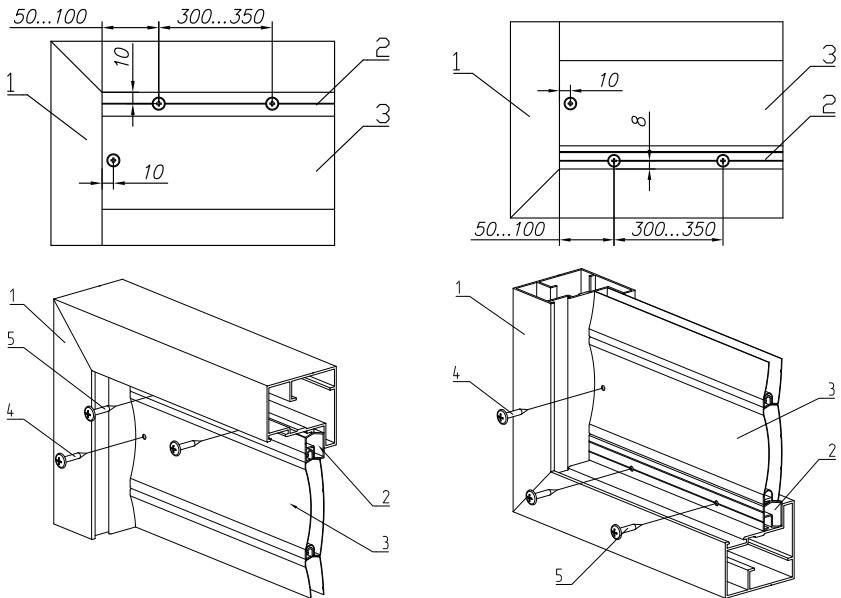

Рис. 18. Установка заполнения:
3. Произвести разметку под сверление отверстий для крепления полотна заполнения в соответствии с рис. 18. При этом отверстия для крепления: